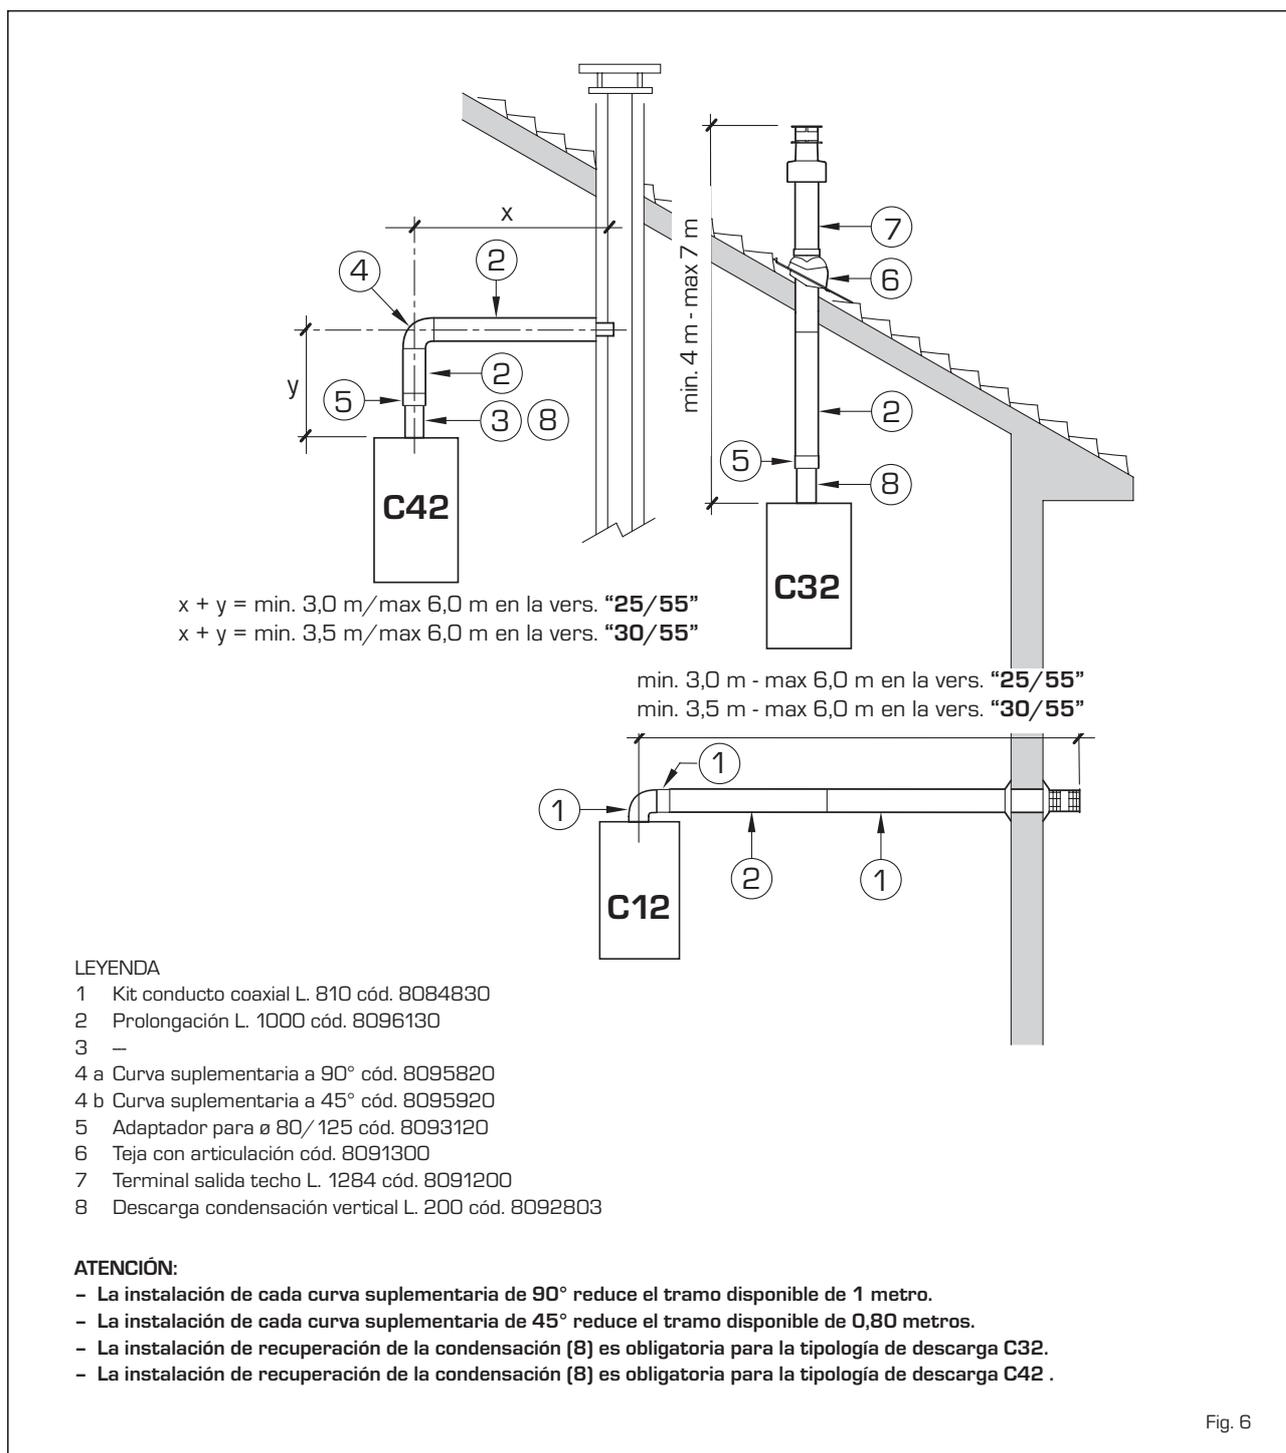

Fig. 6
2.7.3 Accesorios ø 80/125 (fig. 6)
Los esquemas de la fig. 6 ilustran algunos ejemplos de los distintos tipos de modalidad de descarga coaxial ø 80/125.